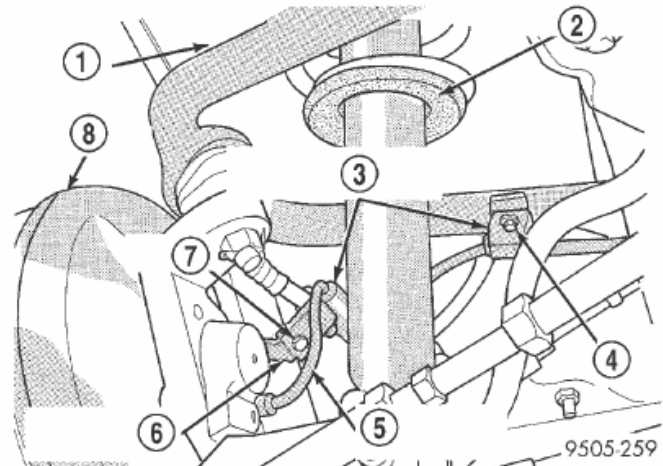

Рис. 19 КРЕПЛЕНИЕ КАБЕЛЯ ДАТЧИКА СКОРОСТИ К РЫЧАГУ УПРАВЛЕНИЯ
- (7) Если автомобиль оборудован антиблокировочной тормозной системой, необходимо демонтировать зажимы разводки кабеля датчика скорости колеса с кронштейнов на обоих верхних рычагах управления (рис. 19).
(11) Если автомобиль оборудован антиблокировочной тормозной системой, надеть зажим разводки кабеля датчика скорости вращения колеса на крепежный кронштейн верхних рычагов управления (рис. 19). Вставить и завинтить крепежный болт.
(12) Установить колесо с пневматикой в сборе на автомобиль. Затянуть гайки крепления колеса в соответствующей последовательности, закрутив их с приложением половины величины момента затяжки, оговоренного техническими условиями.